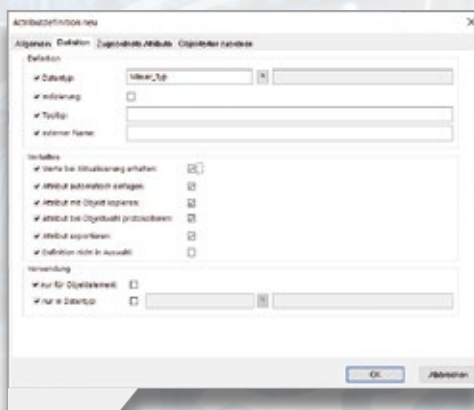

Bild 2: Im nächsten Schritt werden einzelne Attribute definiert.
2. Als Nächstes definieren Sie die einzelnen Attribute auf Basis des Datentyps. Wichtig ist, den Haken bei Attribut automatisch einfügen zu setzen, siehe Bild 2.